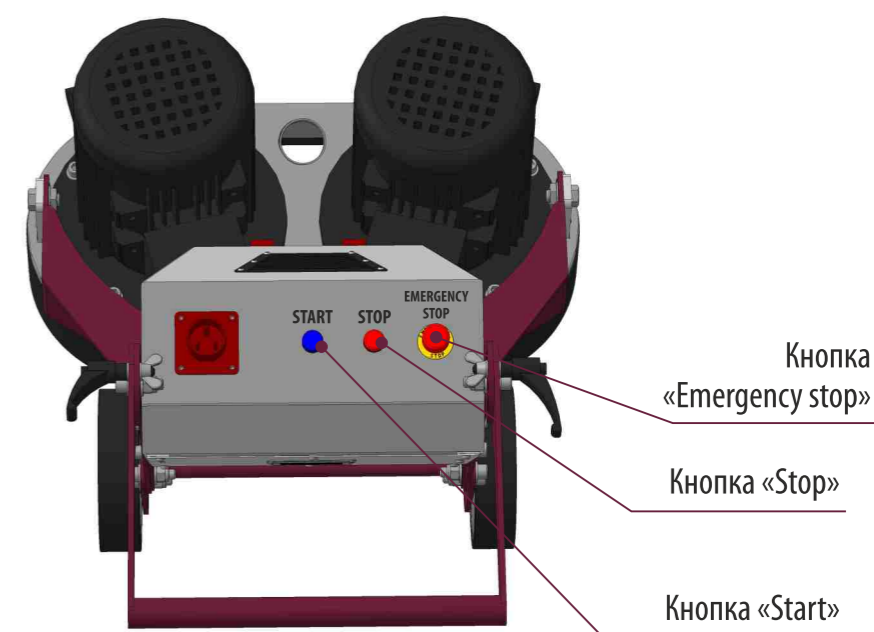

Рис.2 Схема расположения кнопок управления
Схема расположения кнопок управления приведена на рис. 2.
- Кнопка «Emergency stop» с фиксатором (Рис.2) используется только для аварийной остановки машины при возникновении неисправности, наезде на предметы, препятствия или людей. Эта кнопка прерывает подачу питания.